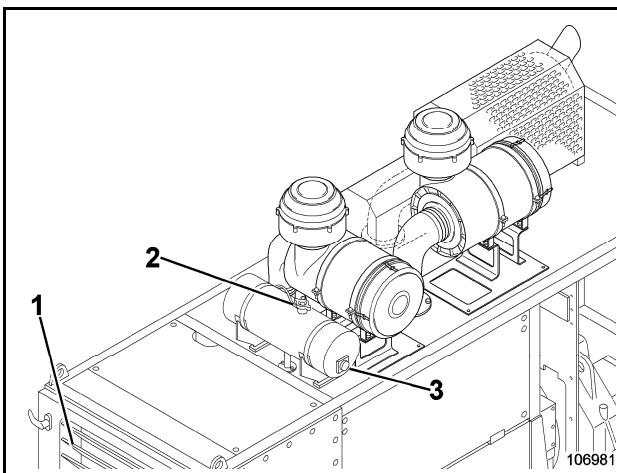

Fig. 3-21 :
- Placer le bouchon (2, Fig. 3-21 :) sur la première encoche pour réduire la pression dans le réservoir.
- Verser le liquide de refroidissement dans le circuit de refroidissement par le biais de la goulotte de remplissage (2).